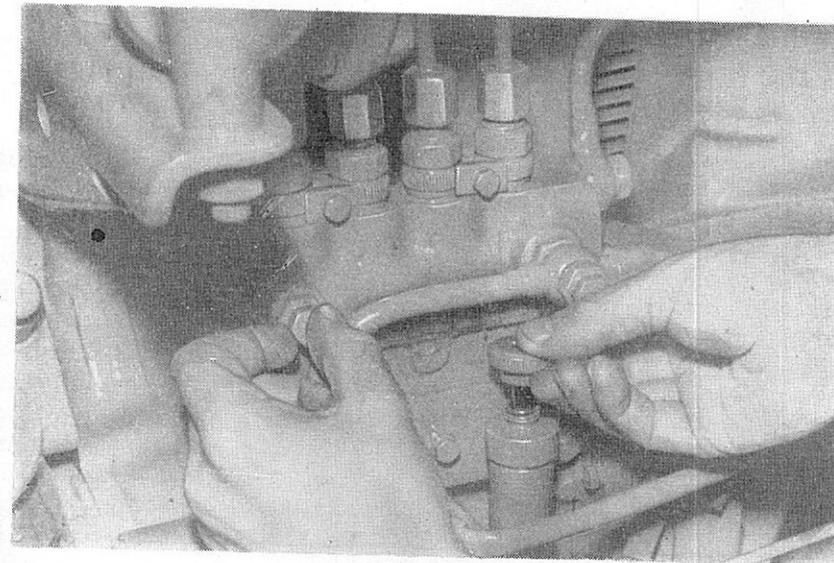

Fig. 9. Évacuation de l'air de la pompe d'injection
1. Remplir de combustible tout le circuit d'alimentation du moteur et purger l'air des filtres et de la pompe d'injection. Pour cela, utiliser la pompe auxiliaire à combustible à commande manuelle, puis desserrer le boulon situé sur la tête de la pompe d'injection et achever de purger l'air en continuant de pomper (fig. 9).